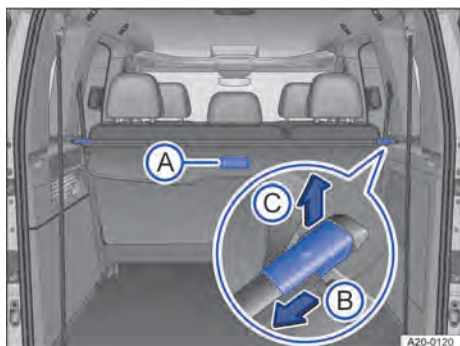

Abb. 150 Im Laderaum: Laderaumabdeckung.
1. Laderaumabdeckung am Griff → Abb. 150 (A) etwas nach hinten ziehen.
1. Die aufgerollte Laderaumabdeckung am Griff → Abb. 150 (A) gleichmäßig nach hinten ziehen.
1. Laderaumabdeckung in Pfeilrichtung entriegeln → Abb. 150 (B) und in Pfeilrichtung → Abb. 150 (C) anheben.
2. Verriegelung der Laderaumabdeckung in Pfeilrichtung → Abb. 150 (B) ziehen und halten.